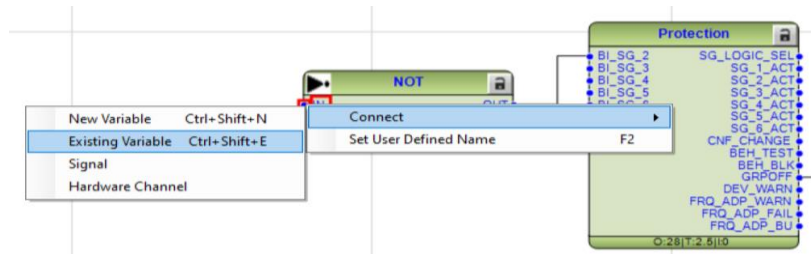

Imagen 351_Conexión de variable en el puerto de entrada del bloque NOT.
5.1.37 Y del lado de la entrada del bloque “NOT” vamos a añadir dando clic derecho en “IN” y seleccionando “Connect - Existing Variable” como en la **Imagen 351**.